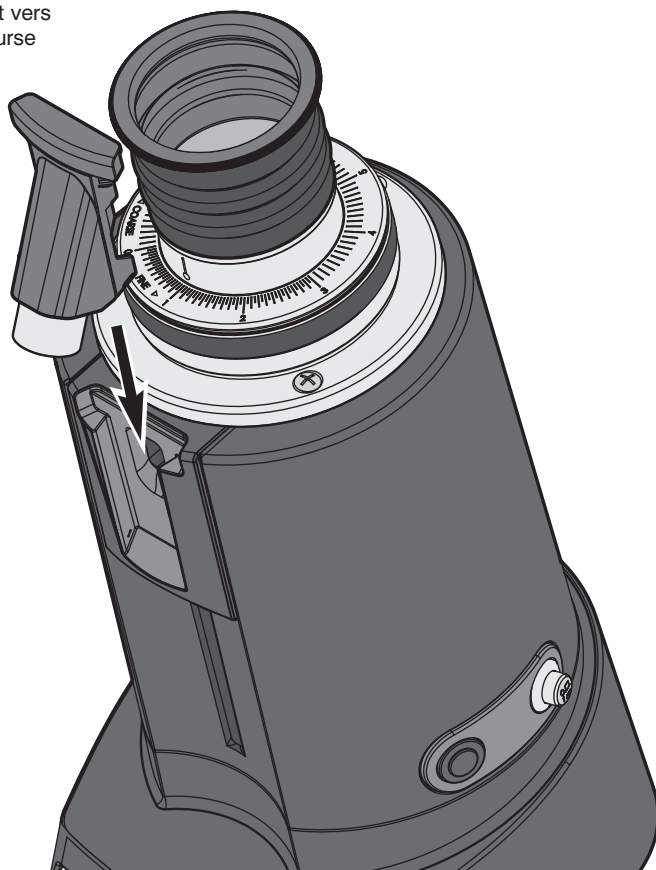

Fig. 3
5. Positionner **la bouche de sortie** en l'insérant **dans son siège** (voir Fig. 3).